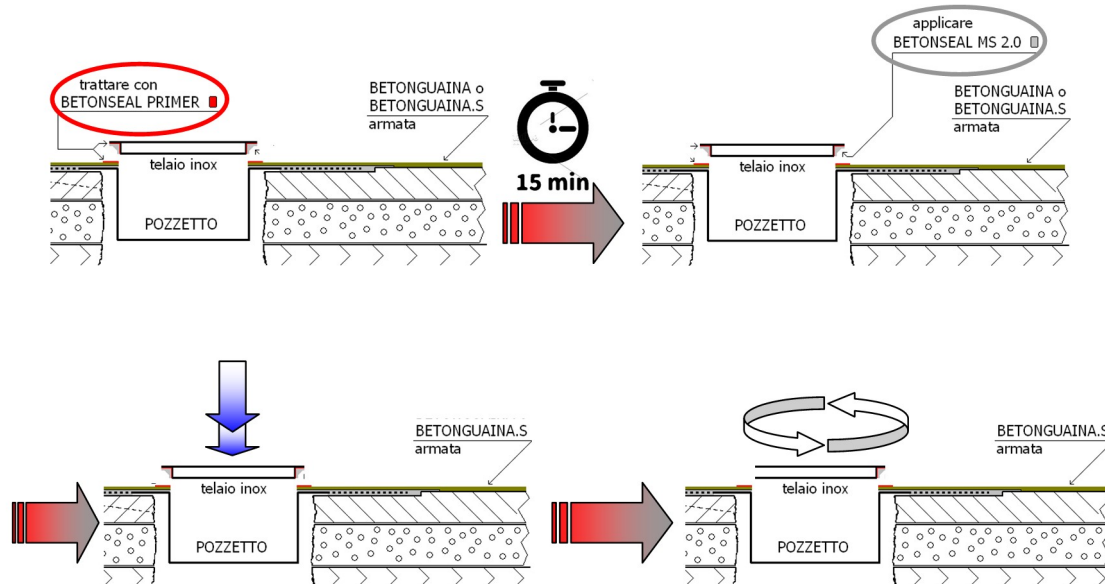

Fig. 10: preparazione ed incollaggio del telaio portagriglia inox
- dopo 15 minuti applicare un cordolo di BETONSEAL MS 2.0 sulla faccia inferiore del telaio (vedi Fig. 10);